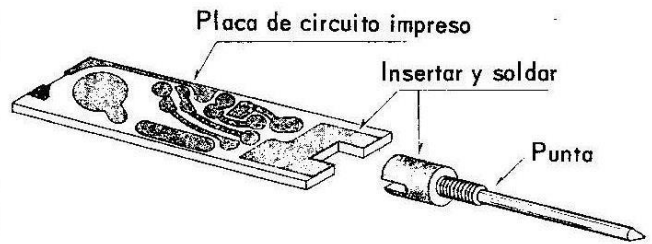

Fig. 2 - Montaje de la punta de prueba en el circuito impreso.
1) Montar la punta en el circuito impreso, insertándola en la ranura de éste hasta el fondo y soldarla (fig. 2).